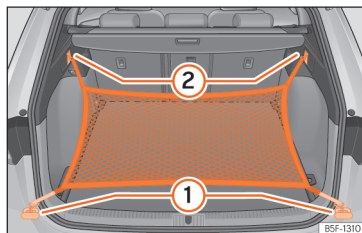

Fig. 190 Al maleter: argolles ① i ganxos ② per enganxar la bossa de xarxa.
- Fixeu els ganxos curts de la xarxa a les argolles d'amarratge »» fig. 190 ① »» ⚠. La cremallera de la bossa ha de quedar cap amunt.
- Fixeu les cintes als ganxos per penjar bosses ②.